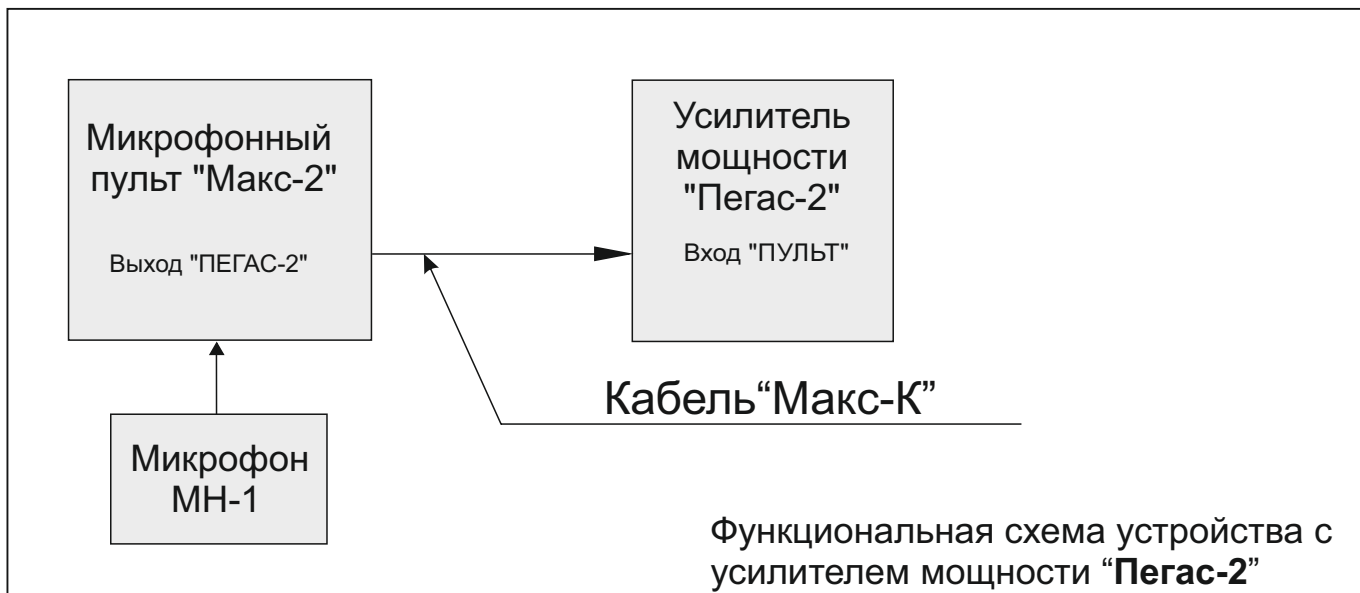
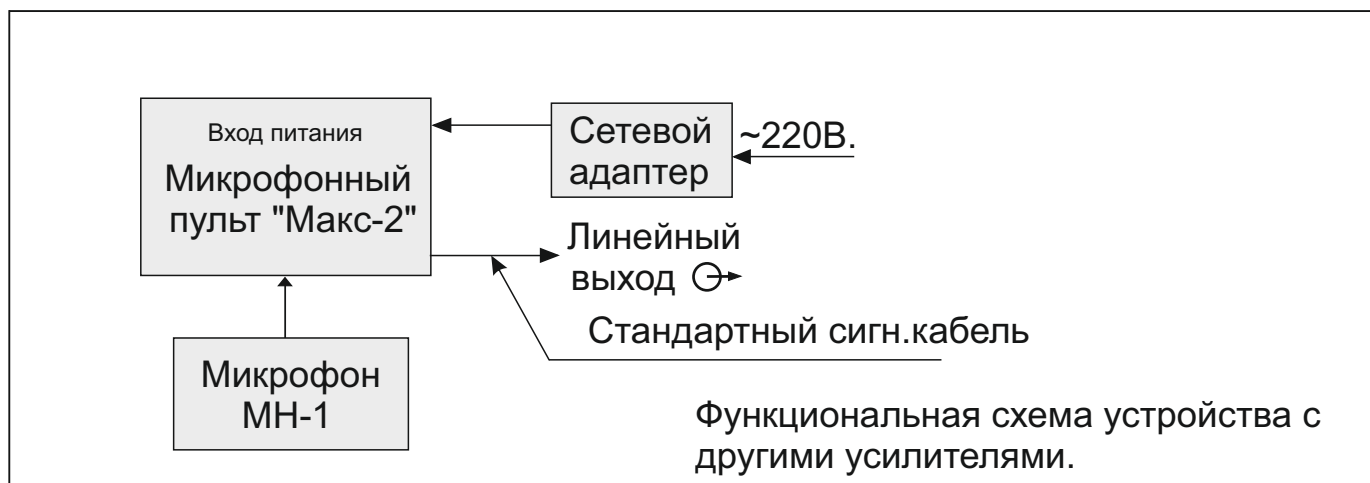

Рис. 1
Рис. 2
4.2 Функциональные схемы подключения показаны на рис.1 и рис. 2.
- 6.3 Подсоединить пульт согласно функциональным схемам рис.1 или рис.2.